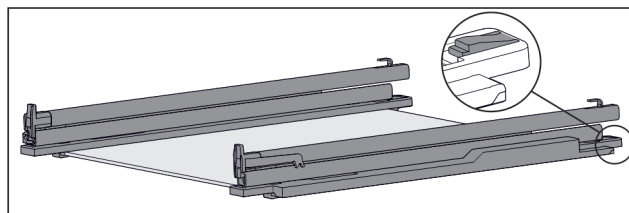

Fig. 120 Стеклопанель с направляющими и крепежными элементами
- ▶ Крепежный элемент сзади прижмите вниз (см. Fig. 120) и одновременно отодвиньте направляющую назад.